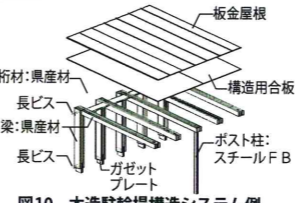

図10. 木造駐輪場構造システム例
- 駐輪場に県産材をふんだんに利用した木構造の採用を検討し、木質化の促進と均質で殺風景な景観にながちな駐輪場一帯に、木のリズムカルで自然の風景に溶け込んだ景観要素を創ります。【図10】